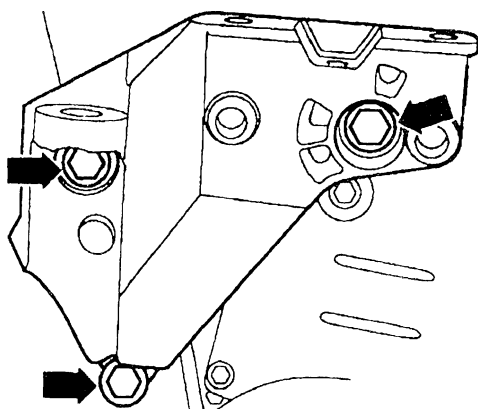

图 2-6 拆卸发动机支架至缸体的固定螺栓
11) 拆卸正时带中间和下护罩。如图 2-6 所示，拆卸发动机支架至缸体的固定螺栓，从发动机缸体上拆卸发动机支架。